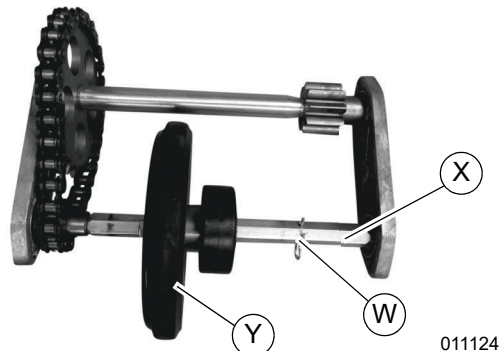

Figura 4-28. Pasador del eje hexagonal
17. Consulte la Figura 4-28. Retire el pasador (W) del eje hexagonal (X).